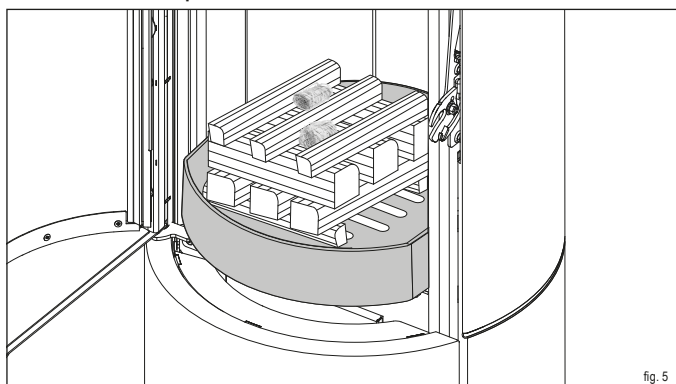

fig. 5
- ▶ **Collocare i ceppi di legno al centro della griglia in ghisa nella camera di combustione (fig. 5):**
- collocare i primi 2 (2) in obliquo rispetto alla lastra della camera di combustione in corrispondenza dell'estremità anteriore e posteriore della fessura della graticola
- collocare i 3 seguenti (1) seguendo la lunghezza della lastra della camera di combustione sui primi due pezzi
- i seguenti 3 (1) in senso longitudinale sopra di essi
- i seguenti 3 (2) in senso longitudinale sopra di essi
- gli ausili accendifuoco (3) al centro tra i due ceppi di legno superiori